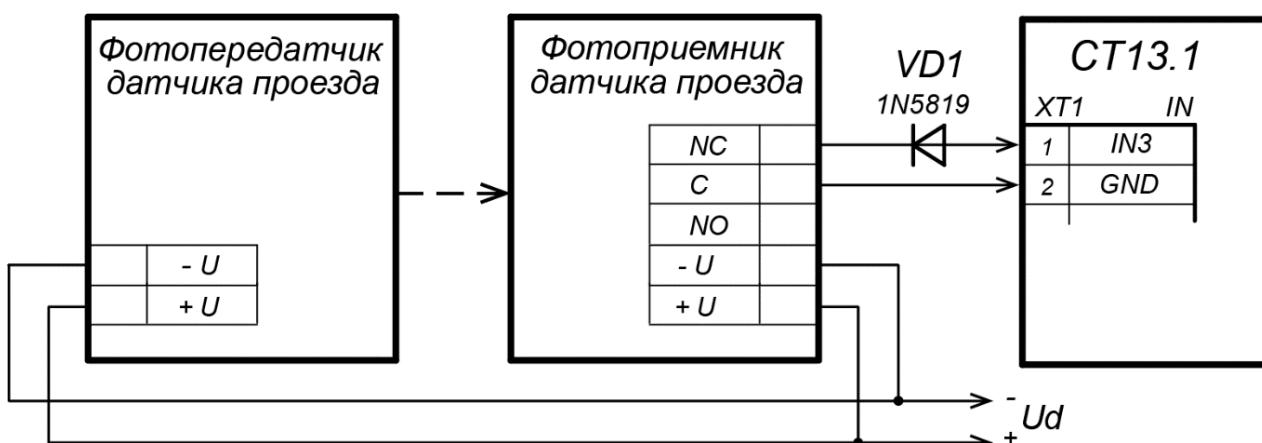

Рисунок 18. Пример схемы подключения датчика проезда
3. Датчик проезда подключается к клеммной колодке **ХТ1** нижней платы контроллера согласно схеме, представленной на рис. 18. Для подключения используйте тип кабеля №4 (см. табл. 4). При подключении нескольких датчиков их выходы включаются последовательно.